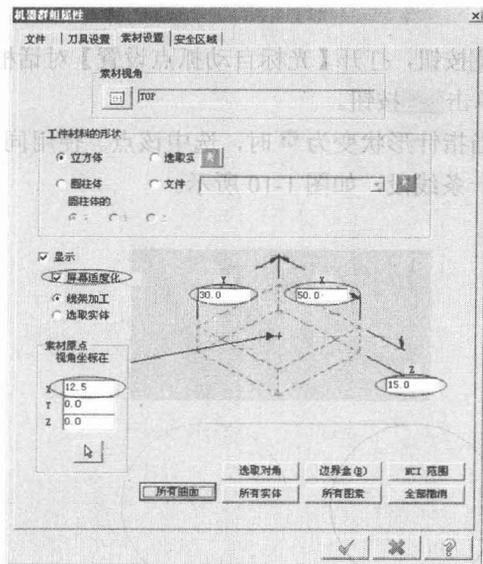

图 1-14 【机器群组属性】对话框
(1) 在界面左侧【刀具路径】选项卡中【机床群组 1】项目下展开【属性-Generic mill】项目，选择【材料设置】选项，打开【机器群组属性】对话框，按照如图 1-14 所示设置参数。